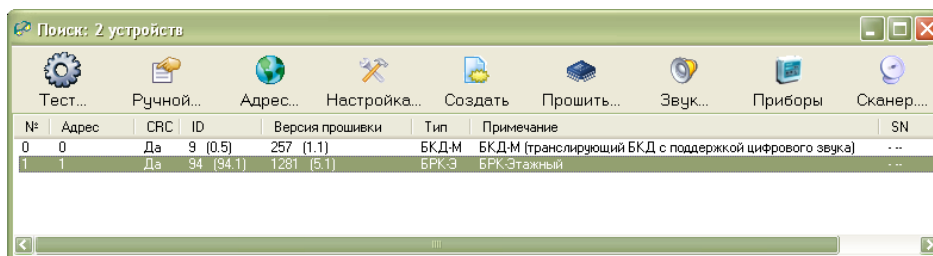

Рисунок 10 - Найден виртуальный БРК-Э
5) Откроется окно «Поиск» со списком найденных устройств: модуль USB-RM отображается как два виртуальных устройства БКД-М и БРК-Э (рисунок 10).